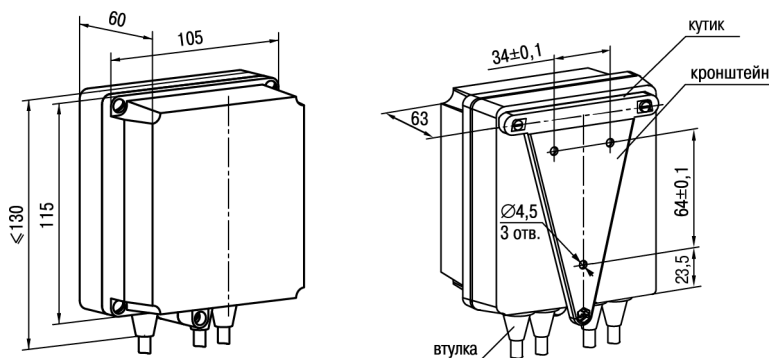

Рисунок 4.2 – Габаритные размеры корпуса Н
1. Закрепить кронштейн тремя винтами M4 × 20 на поверхности, предназначенной для установки прибора (см. рисунок 4.2).